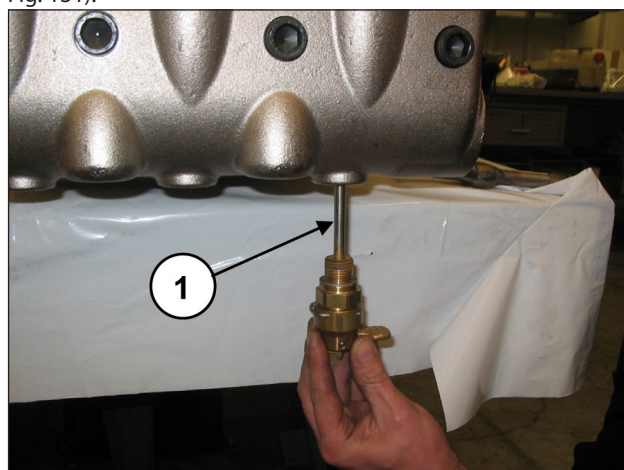
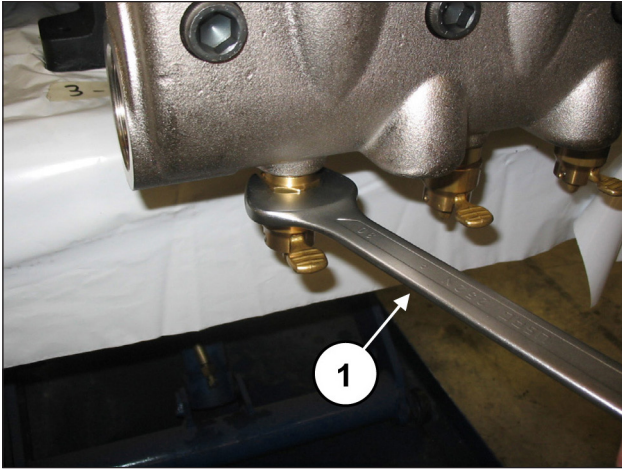

Fig. 130
Fig. 131
Aplique os dispositivos de abertura das válvulas (pos. ①, Fig. 130) e aperte-os mediante chave de 30 mm (pos. ①, Fig. 131).